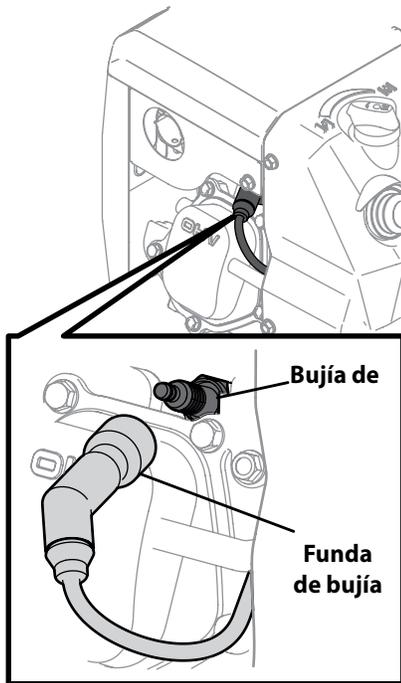

Figura 6-2
- Desconecte con cuidado el cable de la bujía y manténgalo alejado de la misma. Consulte la Figura 6-2 para determinar dónde está la bujía.
- Quite la funda de la bujía. Vea la Figura 6-2.